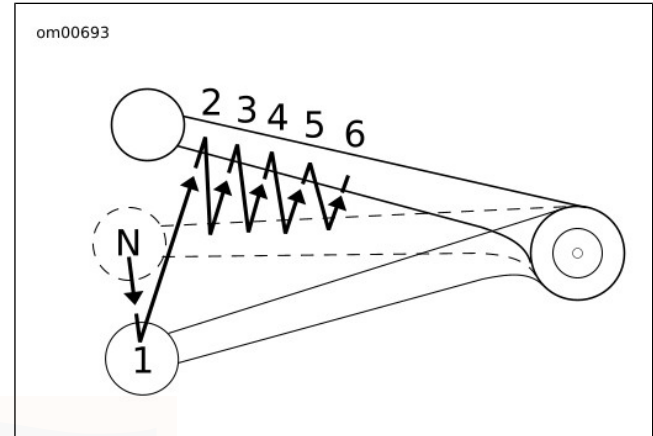

Figure 19. Modèle de passage aux vitesses supérieures : six vitesses
3. Voir la Figure 19. Relever à fond le levier de sélection de vitesse et relâcher.